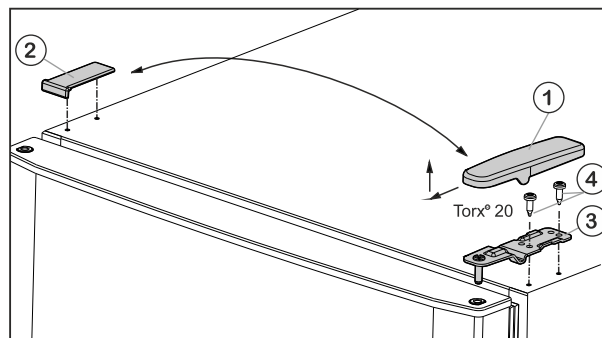
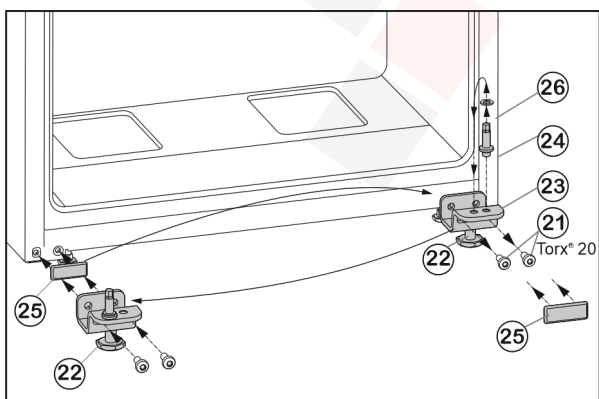

Fig. 5
Fig. 7
- ▶ Előre és felfele húzza le a fedelet Fig. 5 (1).
- ▶ Emelje le a fedelet Fig. 5 (2).
- ▶ Csavarozza le az Fig. 5 (3) felső csapágybakját (2 x Torx® 20) Fig. 5 (4), és felfele húzza le.
- ▶ Tekerje le a rögzítőcsavarokat Fig. 7 (21).
- ▶ Vegye le a teljes alsó csapágybakot Fig. 7 (23) a csapszeggel Fig. 7 (24), az alátéttel Fig. 7 (26) és a beállító lábbal Fig. 7 (22).
- ▶ Csavarozza le a teljes csapágybakot Fig. 7 (24) az alátéttel Fig. 7 (26), helyezze át a csapágybak túloldali felvevő furatába, és csavarozza vissza.
- ▶ Óvatosan vegye le a fedőlemezt Fig. 7 (25), és helyezze át az ellenkező oldalra.
- ▶ A teljes alsó csapágybakot Fig. 7 (23) a csapszeggel Fig. 7 (24), az alátéttel Fig. 7 (26) és a beállító lábbal Fig. 7 (22) a csuklópánt új oldalán **erősen (4 Nm-es nyomatékkal)** csavarozza vissza, adott esetben egy akkus csavarhúzó használatával.
- ▶ Az alsó ajtót felülről helyezze a csapszegre Fig. 7 (24).
- ▶ A középső csapágybakot (13) 180°-kal elfordítva csavarozza be az alsó ajtóba rögzítőcsavarokkal (11) (2 db Torx® 25) **erősen (4 Nm-es nyomatékkal)** az új csuklópánt oldalára.
- ▶ Helyezze vissza a műanyag alátéteket (10).
- ▶ A felső ajtót helyezze a középső csapágybakra (13).
- ▶ A felső csapágybakot Fig. 5 (3) helyezze a csuklópánt új oldalára.
- ▶ A felső csapágybakot **erősen (4 Nm-es nyomatékkal)** csavarozza fel – (2 db Torx® 20) Fig. 5 (4). Adott esetben használjon akkus csavarhúzót.
- ▶ A fedelet Fig. 5 (1) kívülről helyezze fel az ellenkező oldalra és pattintsa be.
- ▶ A fedelet Fig. 5 (2) mindig felülről helyezze fel az ellenkező oldalra és pattintsa be.
- ▶ Tekerje ki az állítólábat Fig. 7 (22) az alsó csapágybakból Fig. 7 (23), míg hozzá nem ér a talajhoz.